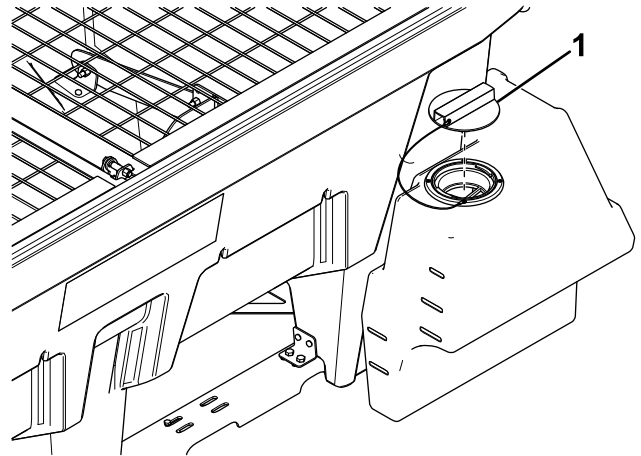

Figura 38
1. Limpie alrededor del tapón del depósito (Figura 38).